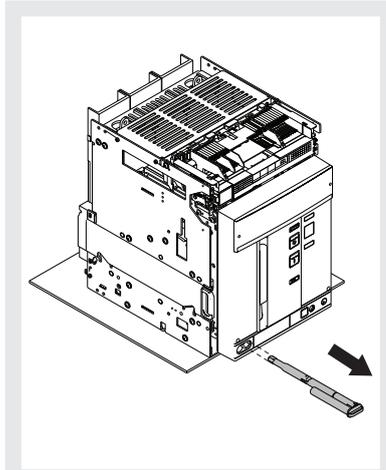

Figura 43
8. Extraer de su alojamiento la manivela de seccionamiento. Véase Figura 43.